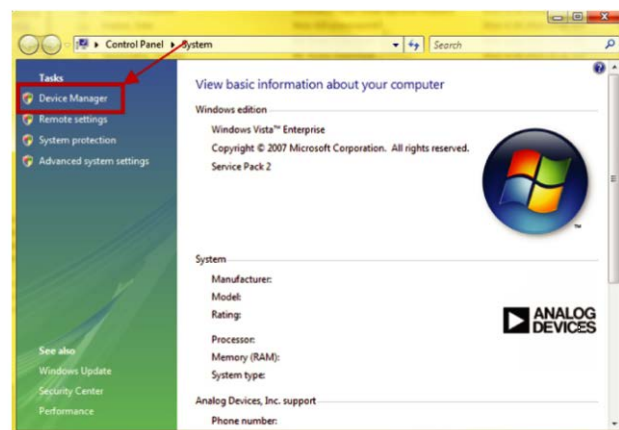

図 5.コンピュータのプロパティ
1. **Start** メニューの **Computer** を右クリックして **Properties** を選択します。図 5 のウィンドウが表示されます。